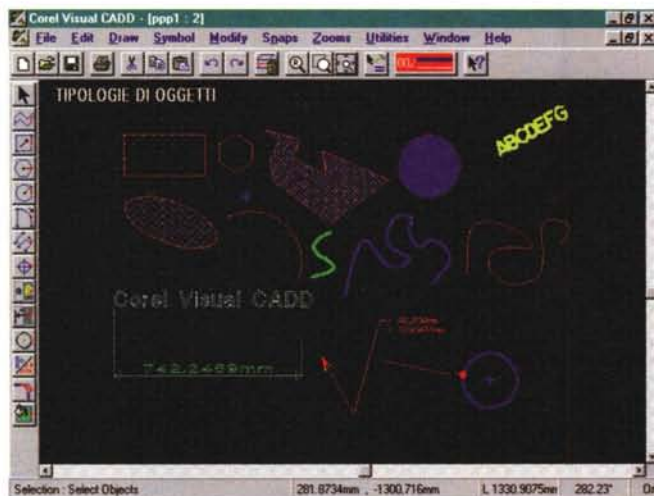

Figura 14 - Corel Visual CADD - Pannello dei Settings.
- Configurazione iniziale del disegno. In figura 14 la Box per i settaggi iniziali che riguardano il modo di operare.
La dotazione di strumenti di tracciamento è buona (in figura 14 vediamo quelli più tradizionali), anche se questi non sono i più importanti in un prodotto CAD. Citiamo la presenza degli strumenti per tracciare linee di tipo Spline e linee di Bezier, che sono dotati anche di funzionalità di editing spinto (si può lavorare sulle caratteristiche dei nodi per modificare la forma della linea).